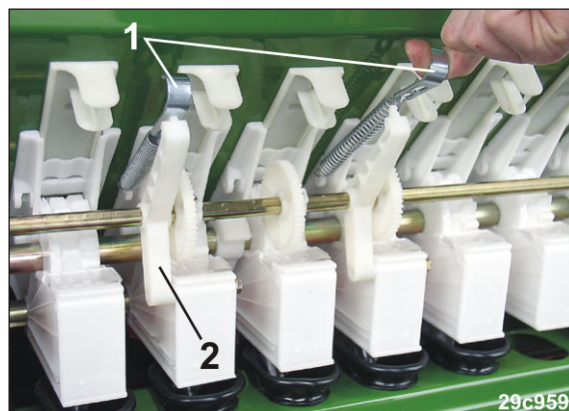

Fig. 121
2. Fjern trækfjedrene (Fig. 121/1) til forlagsaksellejerne (Fig. 121/2).